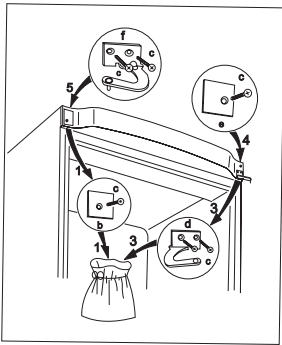

bild 1.
- Ta det øverste dørfestetet på venstre side (f) og panelet (c) ut av plastposen og fest det med skruene (c) (fig. 1).